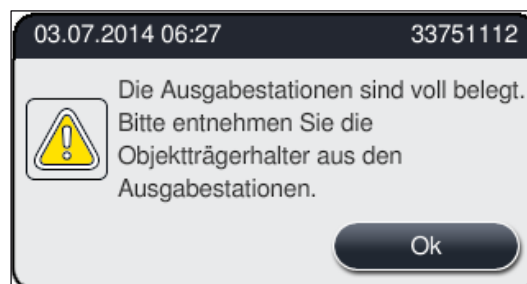

Abb. 86
- Spätestens wenn die Warnmeldung erfolgt, dass die Ausgabestation voll belegt ist (→ "Abb. 86"), muss die Ausgabeschublade geöffnet und die Objektträgerhalter entnommen werden. Bei Nichtbefolgung der Warnmeldung kann kein weiterer Objektträgerhalter in die Ausgabestationen transportiert werden. Es kann durch abweichende Schrittzzeiten und Verzögerungen im Färbeprozess zu veränderten, evtl. nicht auswertbaren, Färbeergebnissen kommen.